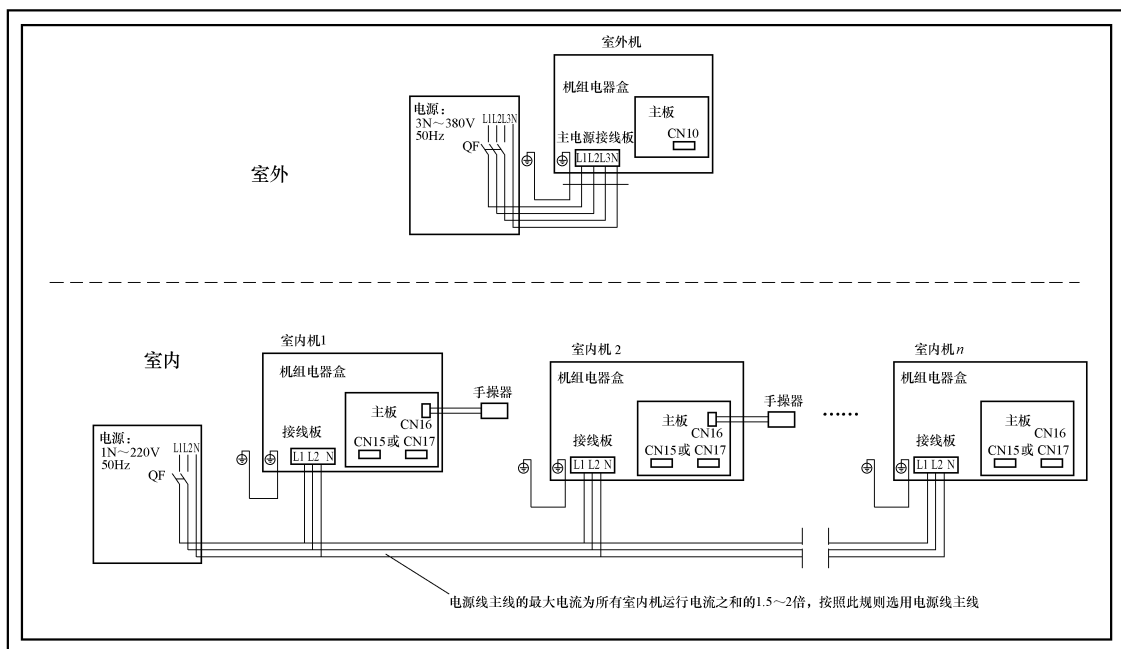

图 3-77 电源线连接方法示意图
(1) 电源线的连接要求 同一机组的室内机要求统一供电，室外机单独供电。电源线连接方法如图 3-77 所示。